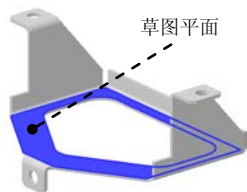

图 6.4.4 选取草图平面
(1) 选取草图平面。在系统  单击平的面 的提示下，选取图 6.4.4 所示的模型表面为草图平面，进入草图绘制环境。